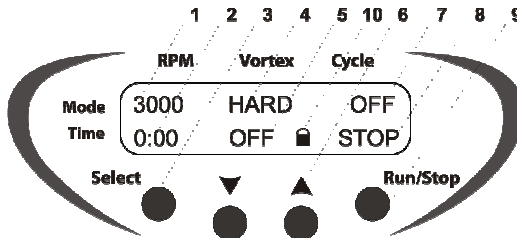

Abb. 2 Steuerung
- 4.3. Einstellung der Parameter: Drücken Sie die Taste **Select** (Auswählen) (Abb. 2/3) , um den zu ändernden Parameter auszuwählen (jedes Drücken auf die Taste **Select** (Auswählen) aktiviert die Parameter reihum, der jeweils aktive Parameter blinkt).
- 4.4. Stellen Sie mit den Tasten **▲** und **▼** (Abb. 2/6) den gewünschten Wert ein (Hinweis: Durch Drücken der Taste für länger als 2 Sek ändern sich die Werte schnell).
- 4.6.1. Stellen Sie die gewünschte Spin-Geschwindigkeit ein (Schrittweite beträgt 100 rpm, Abb. 2/1).
- 4.6.2. Stellen Sie die Zentrifugierungszeit ein (unter 1 Min: Schrittweite 1 Sek; über 1 Min: Schrittweite 1 Min; Abb. 2/2).
- 4.6.3. Stellen Sie die Vortex-Intensität ein (sanft, mittel, hart, Abb. 2/4).
4.6.4. Stellen Sie die Vortex-Zeit von 1 bis 20 Sek ein (Schrittweite 1 Sek, Abb. 2/5).
4.6.5. Stellen Sie die Anzahl der Wiederholungen des eingestellten SMS-Logarithmus ein (von 1 bis 999 Mal, Abb. 2/7).
4.7.1. Stellen Sie die gewünschte Spin-Geschwindigkeit ein (Schrittweite 100 RPM, Abb. 2/1).
4.7.2. Stellen Sie die Zentrifugierungszeit ein (unter 1 Min: Schrittweite 1 Sek; über 1 Min: Schrittweite 1 Min; Abb. 2/2).
4.7.3. Schalten Sie die Bewegung des Vortex-Typs aus, indem Sie sie auf null stellen (OFF[Aus], Abb. 2/5). Beachten Sie, dass sich der Zykluszähler ausschaltet.
4.8.1 Schalten Sie die Spin-Bewegung aus, indem Sie die Spin-Zeit auf null stellen (OFF [Aus], Abb. 2/2). Beachten Sie, dass sich der Zykluszähler ausschaltet.
4.8.3. Stellen Sie die Vortex-Intensität ein (sanft, mittel, hart, Abb. 2/4).
4.8.4. Stellen Sie die Vortex-Zeit von 1 bis 20 Sek ein (Schrittweite 1 Sek, Abb. 2/5).
4.9. Drücken Sie die Taste **Run/Stop** (Laufen/Stop), (Abb. 2/9), um das Programm zu starten.
4.10. Die Bewegung des Rotors startet und die entsprechenden Anzeigen (RUN [Laufen], (Abb. 2/8), Countdown des Zyklus (Abb. 2/7), die sich ändernden Zeitwerte (Abb. 2/2 oder 2/5)) sowie das MSC-6000-Klappenverriegelungssymbol  (Abb. 2/10) erscheinen auf dem Display.
4.11. Der Multi-Spin stoppt automatisch nach Durchführung der eingestellten Anzahl von Zyklen (Anzeige STOP blinkt (Abb. 2/8) auf dem Display) und kündigt das Betriebsende mit einem akustischen Signal an (drücken Sie die Taste **Run/Stop** [Laufen/Stop], um das Signal auszustellen).